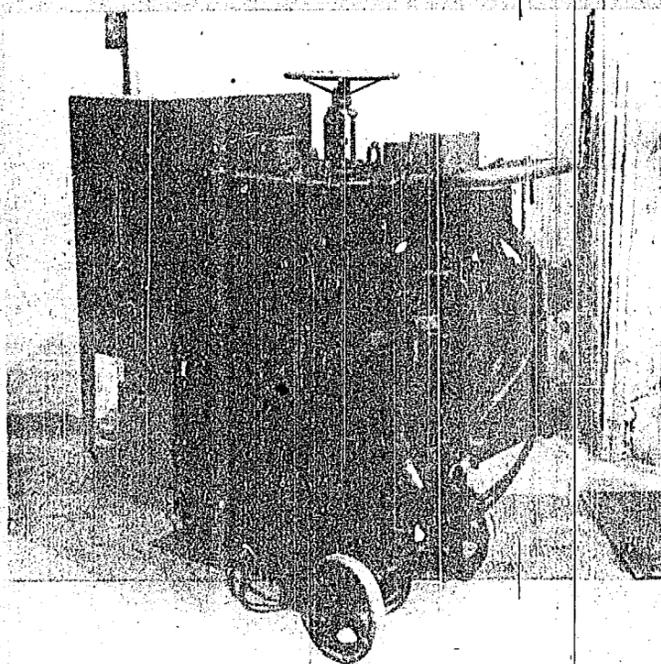

Bild 1. Die Schweißanlage E IV
Mit der Ausbreitung der Ellira-Schweißung im Stahl-, Maschinen- und Schiffbau entstand der Wunsch nach einem einfachen Gerät, das kleiner und leichter ist als unsere bisherigen Geräte E I und E IIaß. Unser neues Schweißgerät E IV, das in Bild 1 dargestellt ist, erfüllt diese Forderungen.
1. Schaltschrank. Der Transformator hat ein verlängertes Fahrgestell, auf dem mit Hilfe der beige packten Schrauben mit Muttern M 12 der Schaltschrank aufgesetzt wird, wie Bild 1 zeigt. Die kurzen Anschlusskabel, die aus dem oberen Teil der Rückwand des Schaltschranks austreten, werden durch den Trichter und die Stopfbüchse in den Anschlusskasten des Transformators geführt. Hierzu ist es notwendig, einige der inneren Gummiländer der Stopfbüchse herauszunehmen. Der Anschluß erfolgt entsprechend dem auf unserem Schaltbild S 090a auf der rechten Seite bezeichneten Schema. Es ist genau zu beachten, ob das vorhandene Netz 380 oder 500 Volt hat. Die Lasche im Transformatoranschlusskasten ist dann entsprechend anzubringen. Ebenso achte man darauf, dass die auf dem Drehstrommotor des Umformers stehende Spannung mit der Netzspannung übereinstimmt, und dass der vor den Sicherungen des Drehstrommotors liegende Motorschutz auf den Nennstrom des Drehstrommotors eingestellt ist. Das richtige Anschalten des Schrankes an das Netz ist für die vorkommenden Spannungen auf der linken Seite des Schaltbildes vermerkt. Man beachte, dass die nötigen Brücken an den Anschlussklemmen genau entsprechend dem Schaltbild liegen. Ebenso dürfen keine Brücken bleiben, die nicht bei der vorhandenen Spannung im Schaltbild angegeben sind.